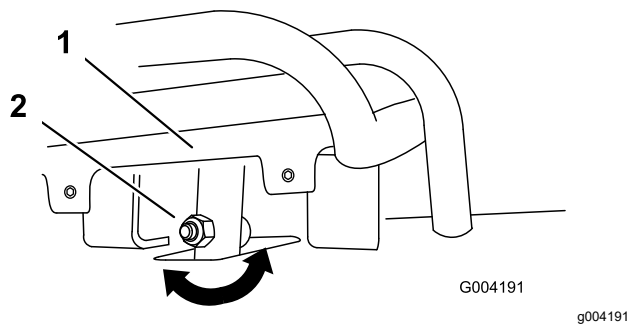
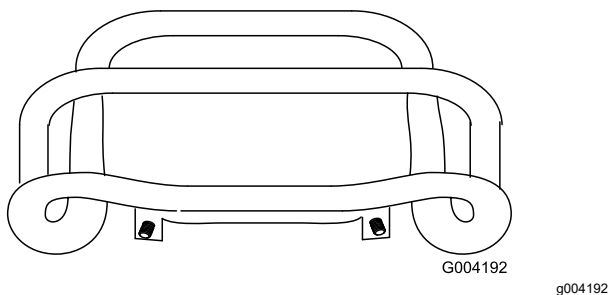

Bild 54
Bild 55
4. Wenn die Vorderseite des Fahrtriebs nicht bündig und gleichmäßig am Anschlagbügel bleibt, lösen Sie die Mutter im Schaft des Fahrtriebs (Bild 54).
5. Stellen Sie den Fahrtrieb so ein, dass er bündig am Anschlagbügel bleibt, wenn er gerade nach hinten gezogen wird (**Bild 54** und **Bild 55**).
- C. Lösen Sie die Bundmutter und die Schraube im Fahrtriebsschaft (**Bild 54**).
- I. Stellen Sie den Fahrtrieb so ein, dass er bündig am Anschlagbügel bleibt, wenn er gerade nach hinten gezogen wird (**Bild 54** und **Bild 55**).